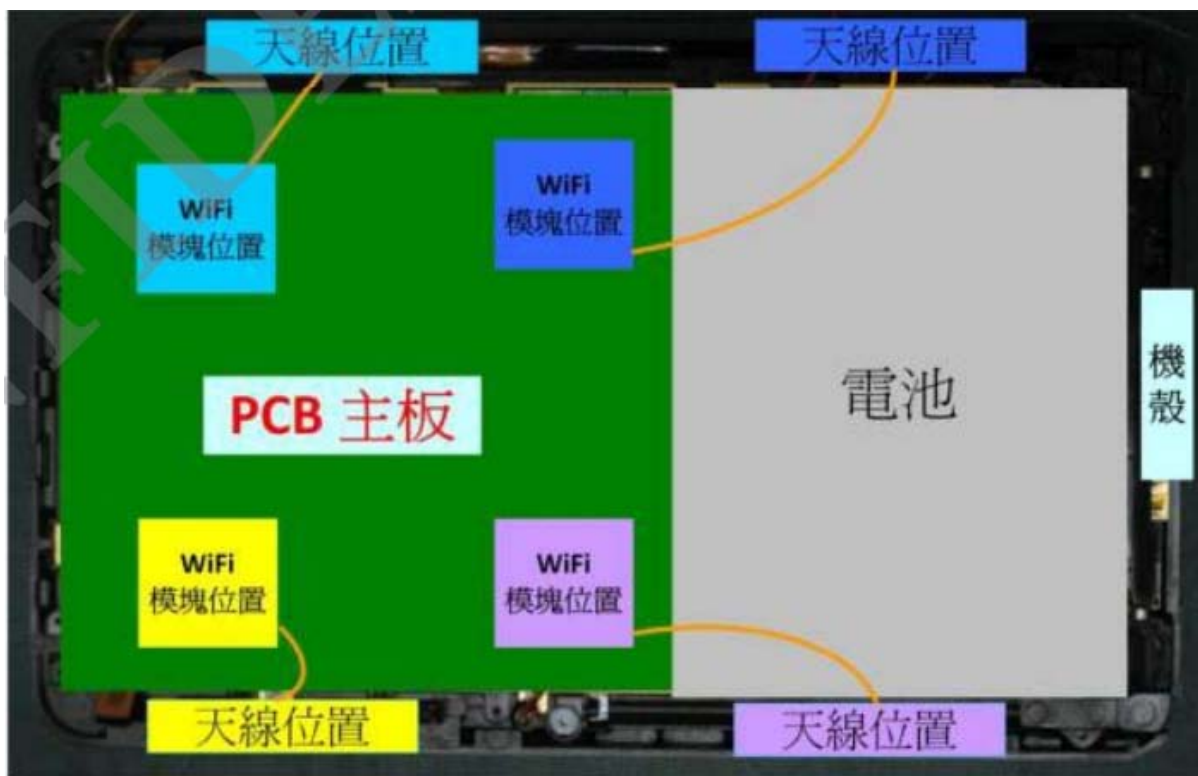

图23-15
- 建议模块及天线摆放位置可参考图23-15所示，不要放在人手握持部位，尽量远离金属器件。